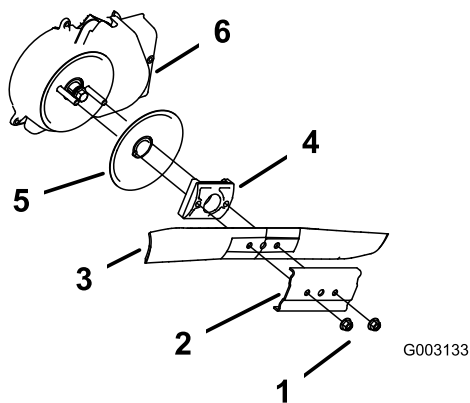

Figura 48
3. Togliete i due dadi della lama ed il rinforzo (Figura 48).
4. Togliete la lama (Figura 48).
5. Togliete il giralama e il disco (Figura 48).
6. Rimuovete il carter del sistema di arresto della lama (Figura 48).
10. Montate la lama ed il rinforzo tolti in precedenza (Figura 48).